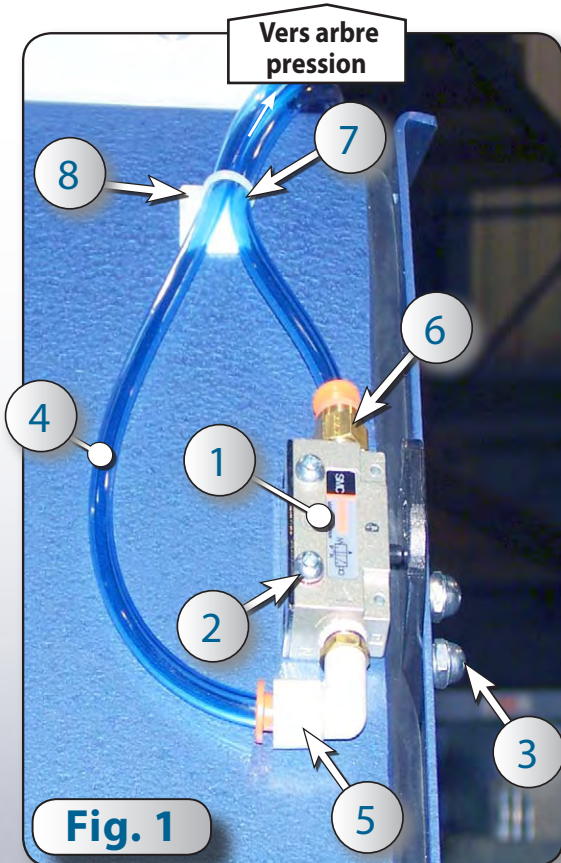

Fig. 1
1. Placer l'interrupteur de sécurité de porte (1) tel que montré (fig 1) marquer et percer 2 trous de 5/32" et le fixer avec 2 vis + écrous et rondelles (2) (fournis)
2. Placer la plaque vis à vis du bouton de l'interrupteur, marquer et percer 2 trous de 7/32" dans la porte, et visser avec les 2 vis + écrous borgnes (3) (fournis)
3. Rentrer les tubes poly bleus (4) dans les push-in (5) et (6) (fournis), attacher avec un Ty-Rap (7) et son support auto-collant (8) (fournis).